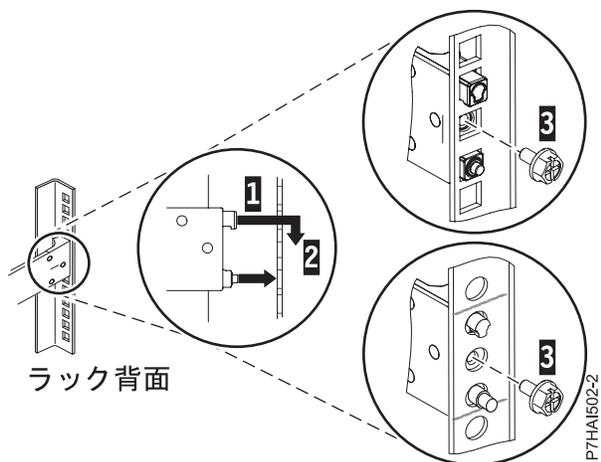

図 3. ラック背面の穴へのピンの位置合わせおよび噛み合わせ
3. スライド・レールの後部にある 2 つのピンの位置を、事前にマークを付けた、選択済みの EIA 単位の上下 2 つの穴に合わせます。スライド・レールを手前に引いて、2 つのピンをラックの穴に挿入し (1)、スライド・レールを下方に下げて (2) 上部のピンのフック機構を噛み合わせます。詳しくは、5 ページの図 3 を参照してください。次のステップに進む前に、2 本のピンがラックの穴から出ていることを確認してください。